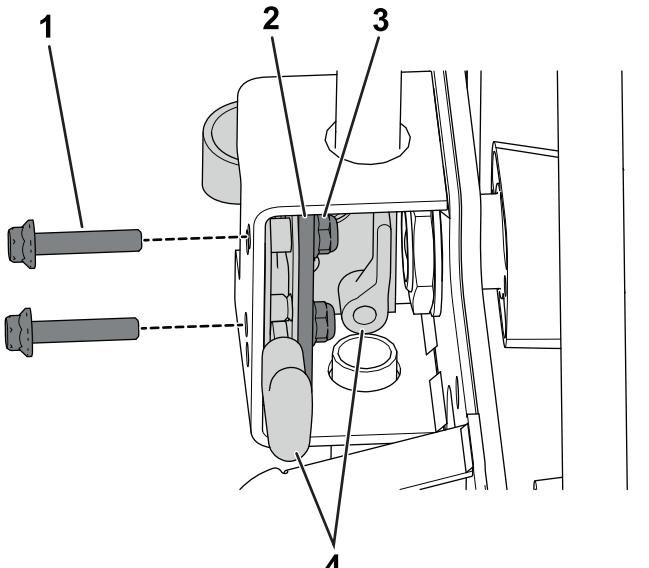

Bild 1
1. Entfernen Sie die Schrauben, die Stützplatte und die Muttern, mit denen die Riegel an der Griffhalterung befestigt ist (**Bild 1**).
6. Montieren Sie die Riegel an der Griffhalterung mit den Befestigungsmitteln, die Sie im Schritt 1 entfernt haben, siehe **Bild 1**.